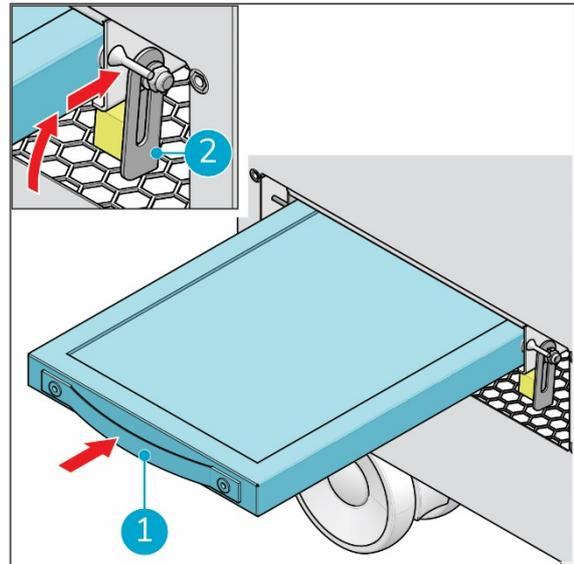

Figure 19
7. Faites glisser délicatement le nouveau filtre (Figure 19, pos. 1) dans le compartiment.
8. Tirez le verrou du filtre (Figure 19, pos. 2) vers le haut et poussez-le vers l'avant dans le compartiment pour verrouiller le filtre.